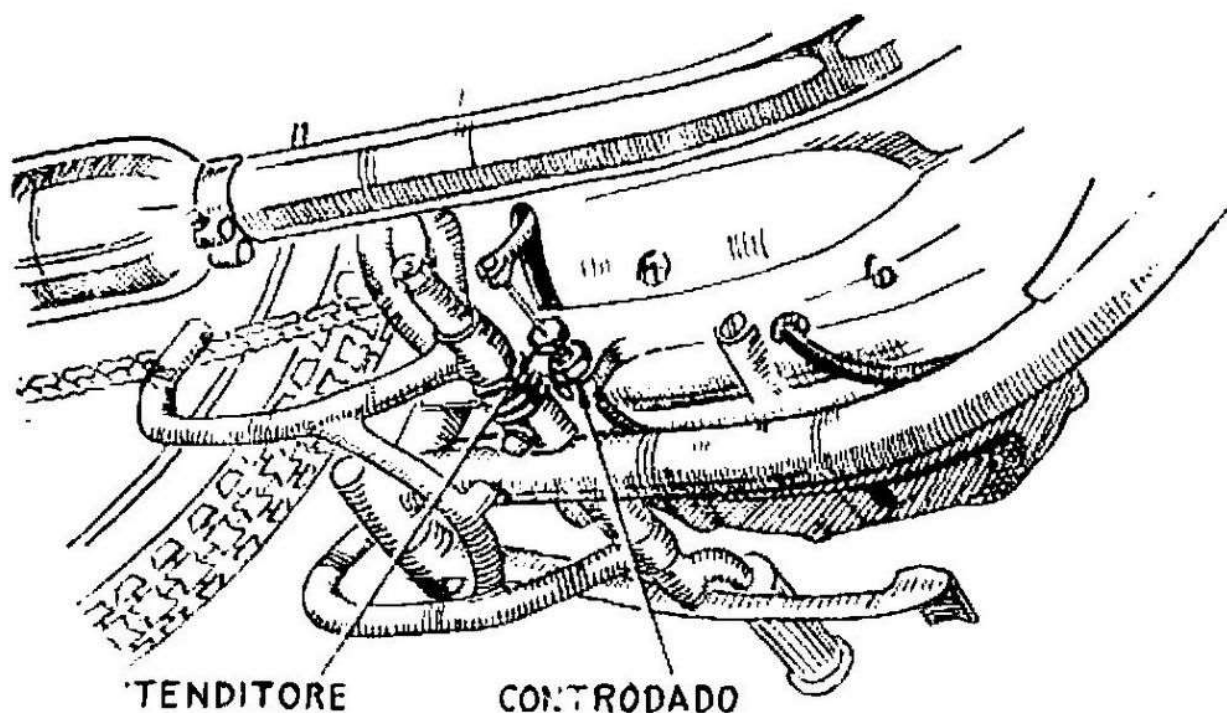
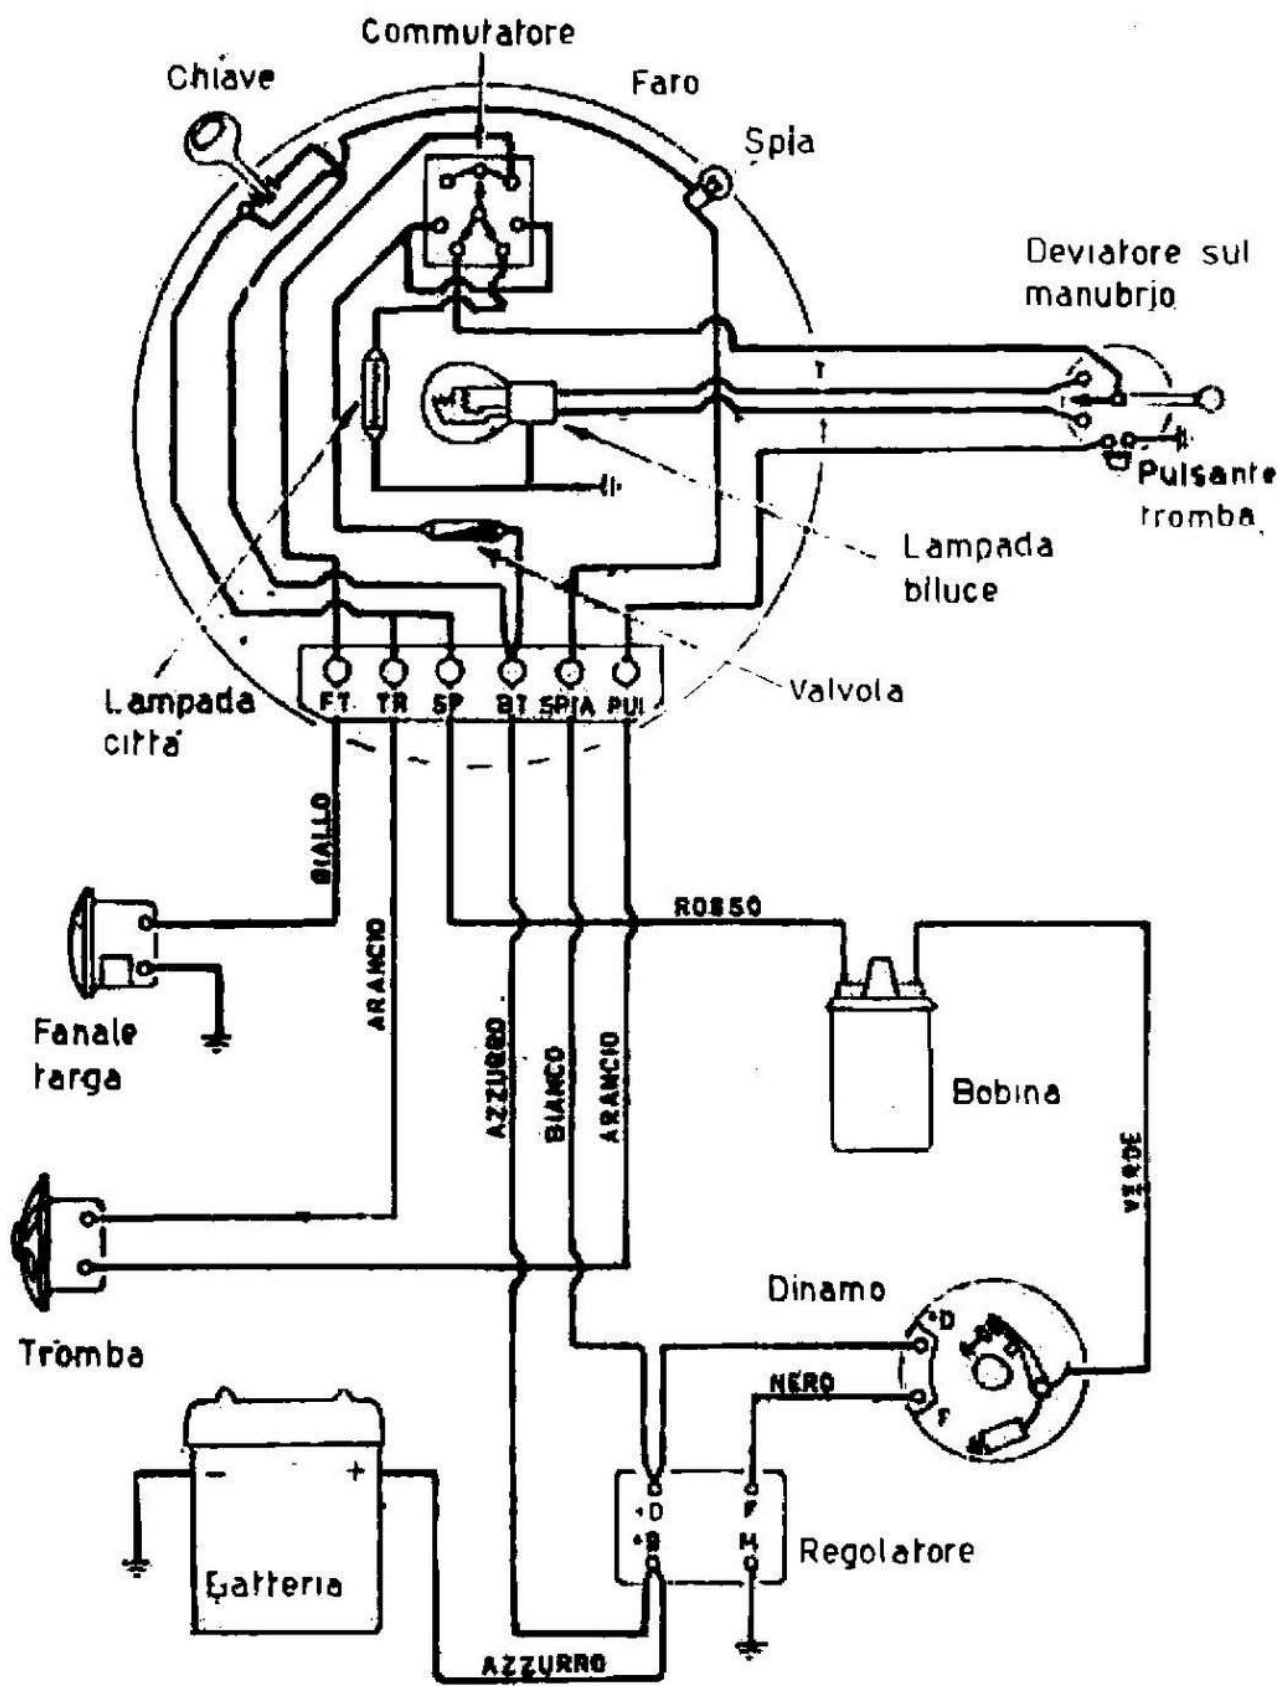

Fig. 7 - Regolazione della trasmissione flessibile comando frizione.
Fig: 10 - Schema impianto elettrico.
Il tenditore si trova sotto il carter motore: avvitandolo si tende la trasmissione, svitandolo la si allenta (fig. 7). E' munito di controdado. Se il tenditore è a fine corsa, conviene allentarlo completamente e agire sulla vite di regolazione posta sulla leva di comando interna al carter (fig. 10). A regolazione avvenuta stringere bene i controdadi.
Se si notasse che il collettore è rigato e che deve essere tornito, occorre smontare la dinamo. L'indotto è fissato all'albero motore con la vite (1) visibile sulla fig. 10: dopo tolta la vite, va sfilato con l'apposito estrattore. La carcassa, che va tolta per prima, è fissata al carter motore mediante le due viti (2).